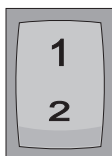

Fig. 2
Afin d'adapter la quantité de combustible à hautes altitudes, une deuxième pompe (Fig. 1-4) est installée en parallèle à la pompe standard. Celle-ci a un débit plus faible. Un interrupteur (Fig. 2) placé à l'intérieur du véhicule permet la commutation entre les deux pompes.
► Placer le commutateur (Fig. 2) en position 1. Le chauffage peut fonctionner à un niveau d'altitude jusqu'à 1500 m.
► Placer le commutateur (Fig. 2) en position 2. Le chauffage peut fonctionner à un niveau d'altitude compris entre 1500 m et 2750 m.